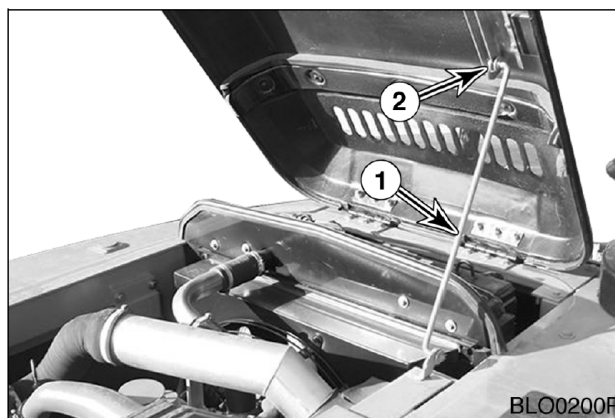

Рис. 121
Открыть дверь и вытянуть опорный стержень (1, рис. 121) в отверстие (2), пока он не заблокируется в прорези (2) в конце щели.